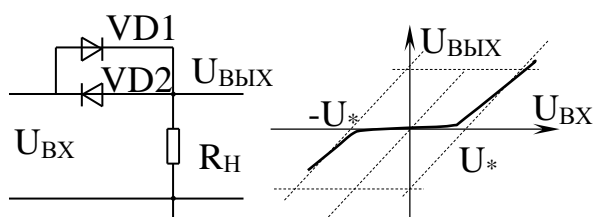

Рис. 3.9. Последовательный двухсторонний ограничитель
**§ 3.5. Двухсторонний последовательный ограничитель** построен по схеме, в которой последовательно с нагрузкой включен нелинейный элемент, содержащий два диода, включенные параллельно и встречно. Диоды включены последовательно с нагрузкой и работают по принципу: «пропускать, или не пропускать входной сигнал на выход» (рис. 3.9). При положительных входных напряжениях, превышающих  $U_p$ , открывается диод